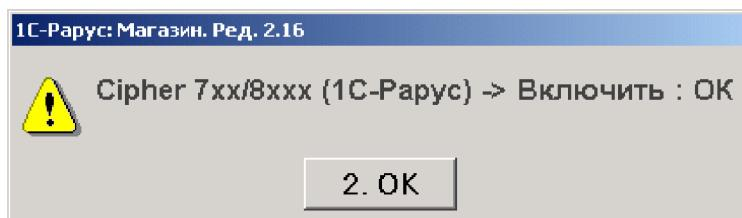

Рис. 8
- 16 Вернитесь в форму списка справочника «Оборудование» («Сервис» - «Настройка оборудования» - «Оборудование»). Повторно нажмите кнопку «Действия» и выберите в ниспадающем контекстном меню пункт «Включить». Если все настройки выполнены правильно, программа сообщит об успешном подключении (рис. 8) и в форме списка справочника оборудования появится флагок «вкл.»